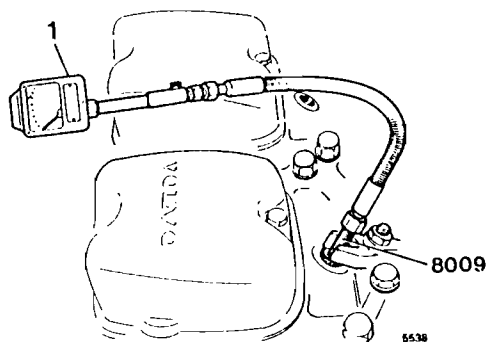

Fig. 43
- 2 Montar el adaptador 8009 con la ayuda del yugo de fijación de los inyectores y la tuerca, véase fig. 43.
- 3 Montar el compresímetro al adaptador en el lugar de los inyectores, uno a uno, ver fig. 43.